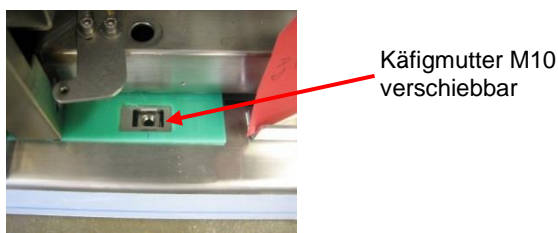

Abb. 1: Verschiebbare Käfigmuttern M10 zur Befestigung der RDGs
- Hierzu stecken Sie diagonal 2 Schrauben (siehe Abb. 1:) M10x80 mit Scheibe durch die Bohrungen im Bodenrahmen RDG in die Käfigmutter des Versorgungssockels, ohne diese fest anzuziehen.